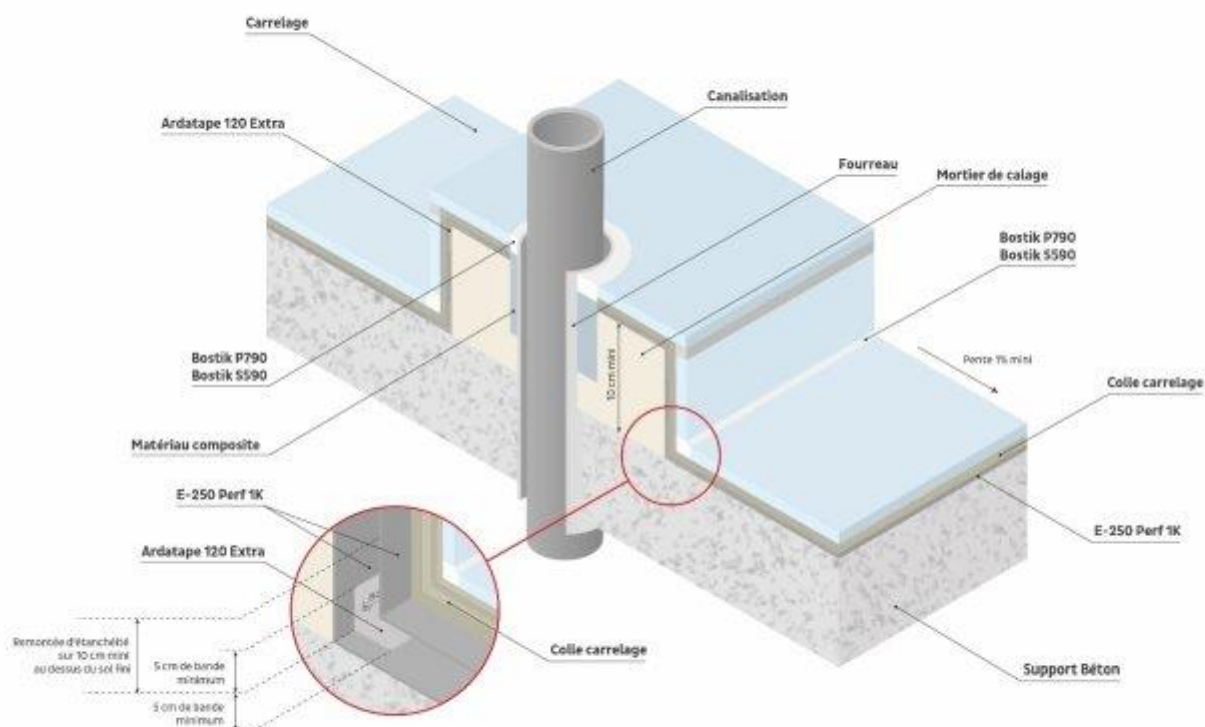

Figure 2 – Canalisation traversante en sol – cas d'une pose collée du carrelage
2.4.4.2.1. En sol, pose collée (cf. figure 2)